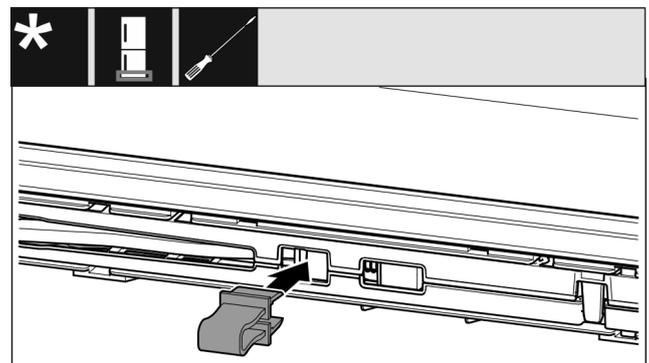

Fig. 14
- ▶ Encaje el seguro en la abertura Fig. 14 ().